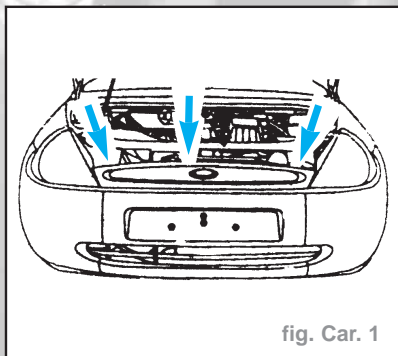

fig. Car. 1
- Déposer trois vis supérieures (fig. Car. 1).